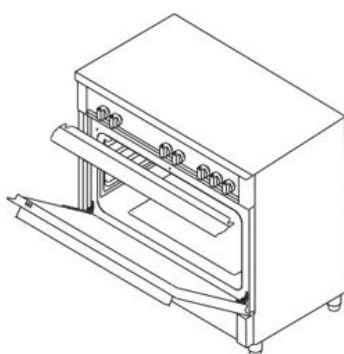

Figura 27
3. Deschideți ușa cuptorului și poziționați deflectorul sub panou de comandă (figura 27).